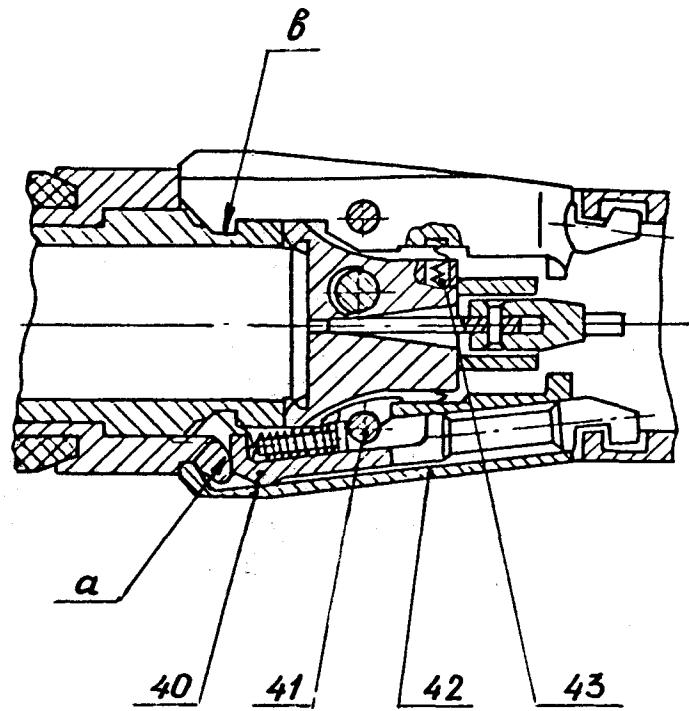

Рис. 4.3. Схема узла запирания
6.2.1. Ствол с цевьем представляет собой единую конструкцию и включает собственно ствол 23 и подвижно скрепленное с ним цевье 24, состоящее из пластмассовой или деревянной «рубашки», закрепленной на оставе, имеющем бонки «а» (рис. 4.3) для принудительного размыкания зацепов.
6.2.2. На наружной поверхности казенника ствола выполнены выступы «б» (рис. 4.2), предназначенные для взаимодействия ствола при его движении со снижателем, фиксирующие выемки «в» (рис. 4.3) для взаимодействия с зацепами и выступ «д» (рис. 4.2) для удержания цевья.
6.5.3. Предохранение от выстрела при незапертом канале ствола осуществляется с помощью двух подпружиненных зацепов 42 (рис. 4.3), шарнирно установленных на осях в корпусе. Внутри зацепа установлен подпружиненный толкател 40. При незапертом канале ствола зацепы с толкателями фиксируют спусковой крючок, что не позволяет произвести выстрел.